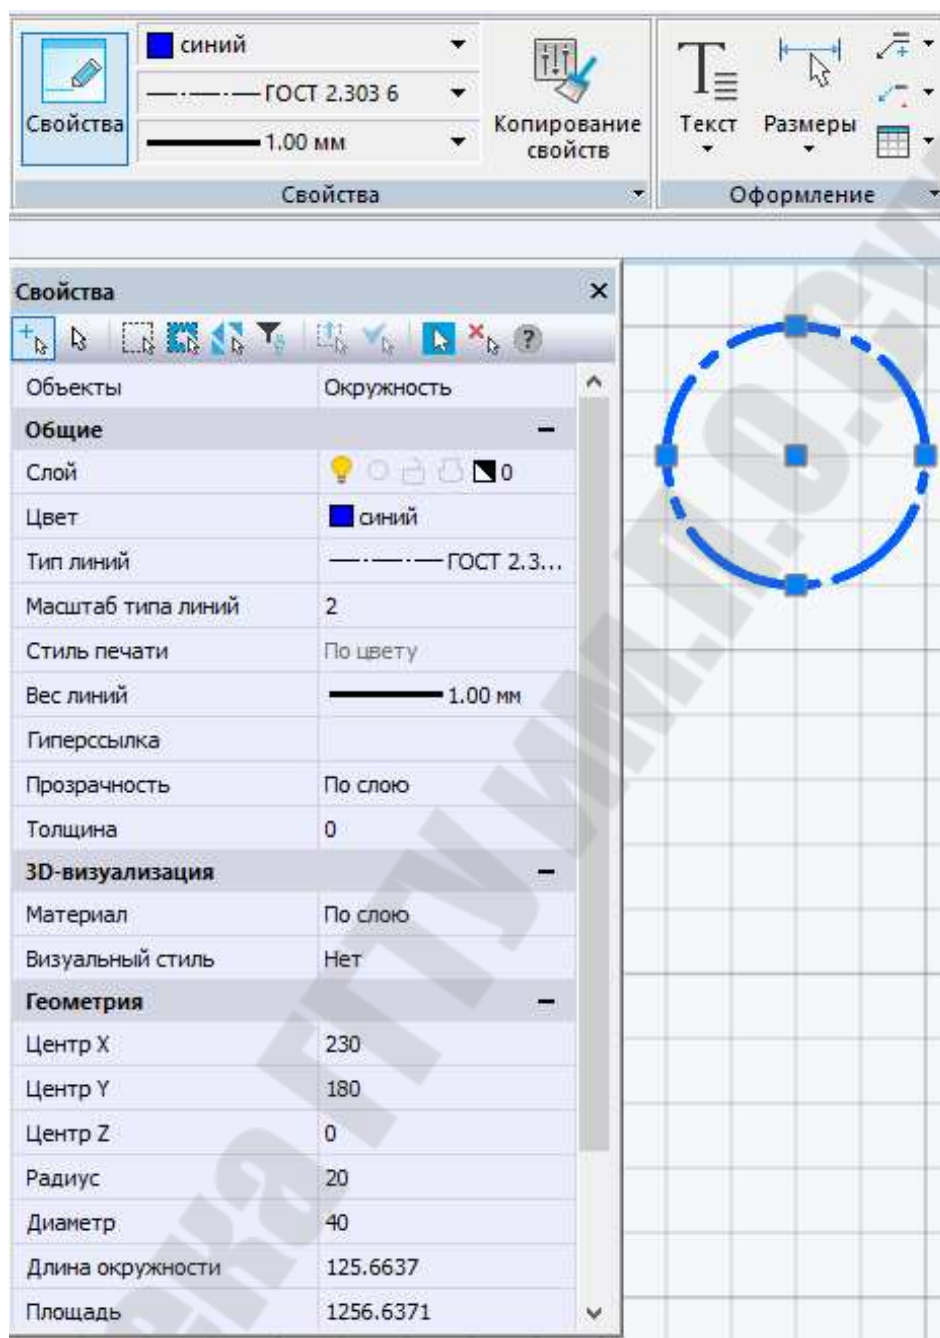

Рис. 3.155 Функциональная панель Свойства и кнопка Свойства на ленте инструментов
Общие свойства удобно редактировать с помощью панели инструментов *Свойства* (рисунок 3.134), в которой будут отражаться текущие назначения цвета, типа и веса линий для выделенного объекта, и которые можно переназначить с помощью раскрывающихся списков этих свойств. При использовании ленточного интерфейса панель доступна из вкладки *Главная* в группе *Свойства* (рисунок 3.155).
- кнопкой  на панели инструментов *Стандартная* или на ленте *Главная* → *Свойства* (рисунок 3.155).
Команда может быть активирована в командной строке, из меню *Редактирование→Копирование свойств*, а также кнопкой  , размещенной на панели инструментов *Стандартная* или на ленте *Главная→Свойства* (рисунок 3.155).